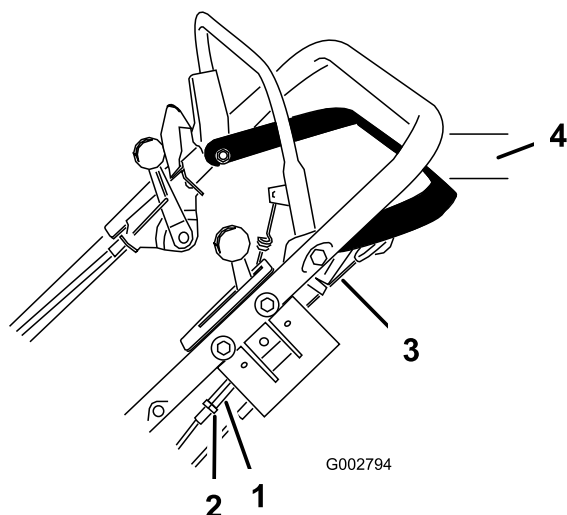

Figura 28
1. Afloje la tuerca que sujeta el tensor (Figura 28).
2. Gire el tensor hasta eliminar la holgura del cable expuesto (Figura 28).